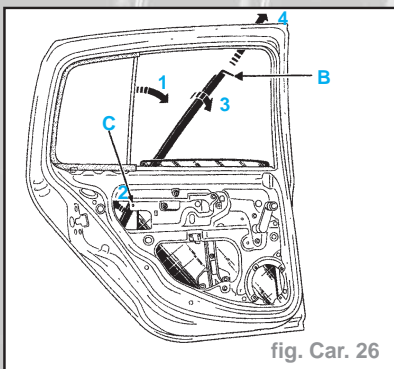

fig. Car. 26
- Descendre la vitre en bas de caisson de porte (1) et (2).
- Déposer (fig. Car. 26) :
- la vis de fixation supérieure (B) du montant fixe
- l'écrou de fixation inférieure (C) du montant fixe